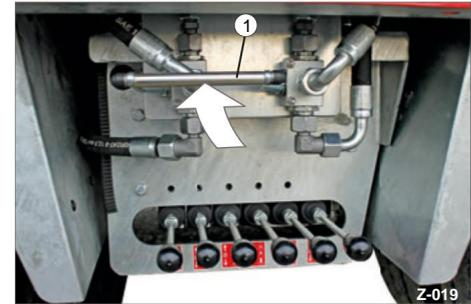

Fig. 25 Alimentazione idraulica "trattore"
• Ruotare la leva di commutazione (Fig. 25/1) in posizione orizzontale.